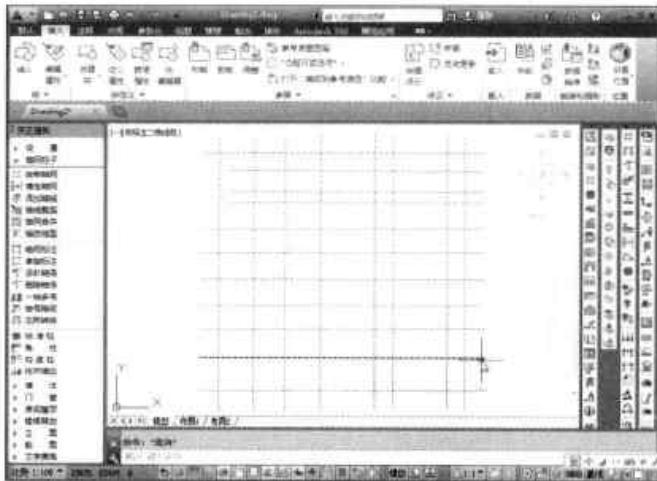

图16-25 完成轴网绘制
**Step 08** 指定完成后，即完成了墙体轴线的绘制操作，如图 16-25 所示。